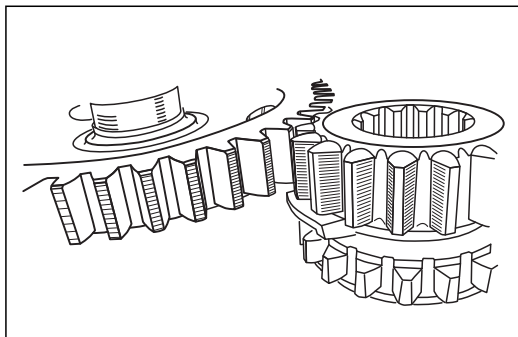

Рис. 16
17. Зацепление шестерен пониженной передачи должно быть таким, как на Рис. 16. Если шестерни пониженной передачи не полностью перекрывают друг друга, замените шток вилки включения заднего моста на новый (3162-00-1803024-00).